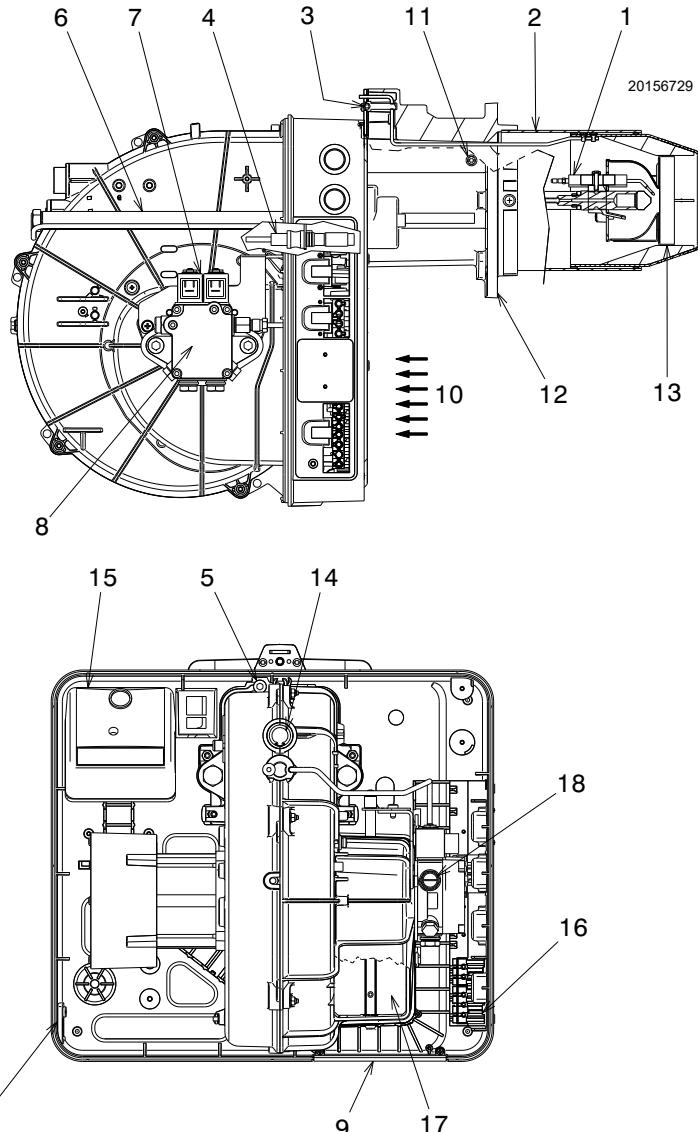

Fig. 5
**BLOQUEO CAJA DE CONTROL:** el encendido del pulsador (led rojo) de la caja de control 17)(Fig. 5) indica que el quemador está bloqueado.